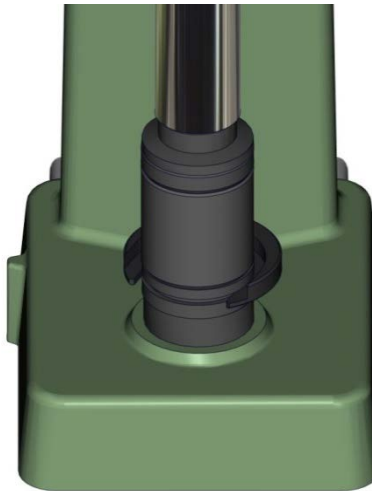

Figura 11: Compressione del blocco di taratura da 10 mm, il blocco di taratura da 50 mm, il piedistallo e il collare sul supporto del piedistallo
9. Abbassare la leva di comando fino a quando la testa di compattazione si ferma contro il blocco di taratura da 10 mm come illustrato in Figura 11.
14. Abbassare la leva di comando fino a quando la testa di compattazione si ferma contro il blocco di taratura da 10 mm come illustrato in Figura 11.